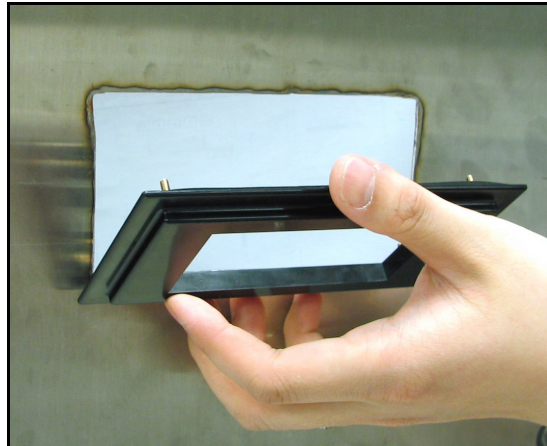

Figure 17: Installation de la plaque adaptatrice
2. Placez la plaque adaptatrice dans la découpe du panneau (voir la Figure 17).